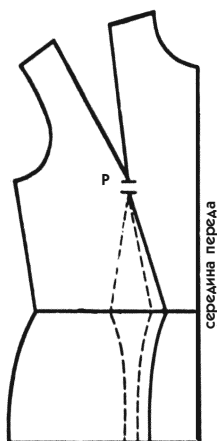

Рис. 134
1. Скопируйте базовое лекало переда лифа, вытачку талии начертите пунктирной линией (рис. 134).